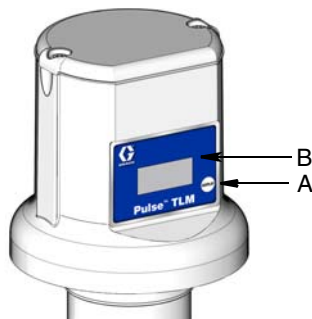

FIG. 2
2. Pressione e mantenha pressionado o botão Exibir (A, FIG. 2) até que a mensagem “REGISTRAR” (B) seja exibida.